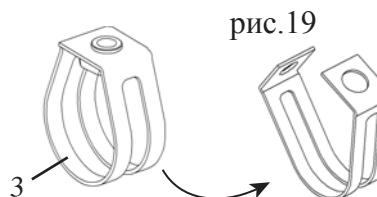
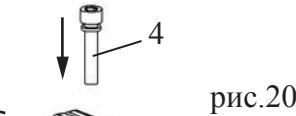
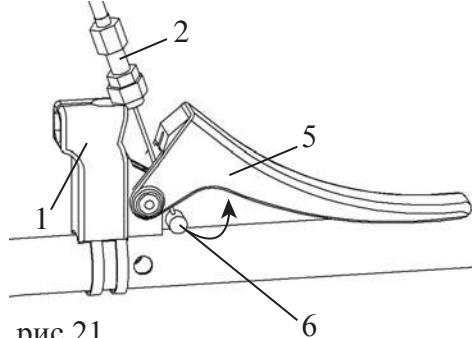
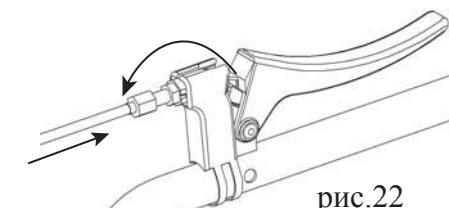

рис.19
рис.20
рис.21
рис.22
Вывернуть крепежный винт (4) хомута (3), от рукоятки отсоединить хомут, разжать его, установить на руль (правая рукоятка) и сжать (рис.19). Установить рукоятку на хомут, совместить отверстия хомута и рукоятки, закрепить с помощью винта (4) M6x30 (рис.20). Сверху в рукоятку (1) вставить трос сцепления (2) и завести наконечник (6) в рычаг рукоятки (5) (рис.21). Вставить разрезную гайку (7) до упора в шестигранное отверстие ручки (1) (рис.22).